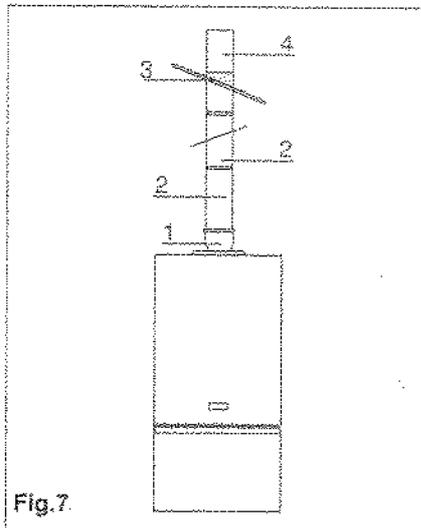

Fig.7
a) conduit droit (fig.7)
La configuration du conduit ayant été déterminée (fig. 7, 8 ou 9),
Le raccordement de la chaudière au conduit concentrique se fait par l'intermédiaire d'un adaptateur (rep. 1, fig. 7, 8 ou 9).